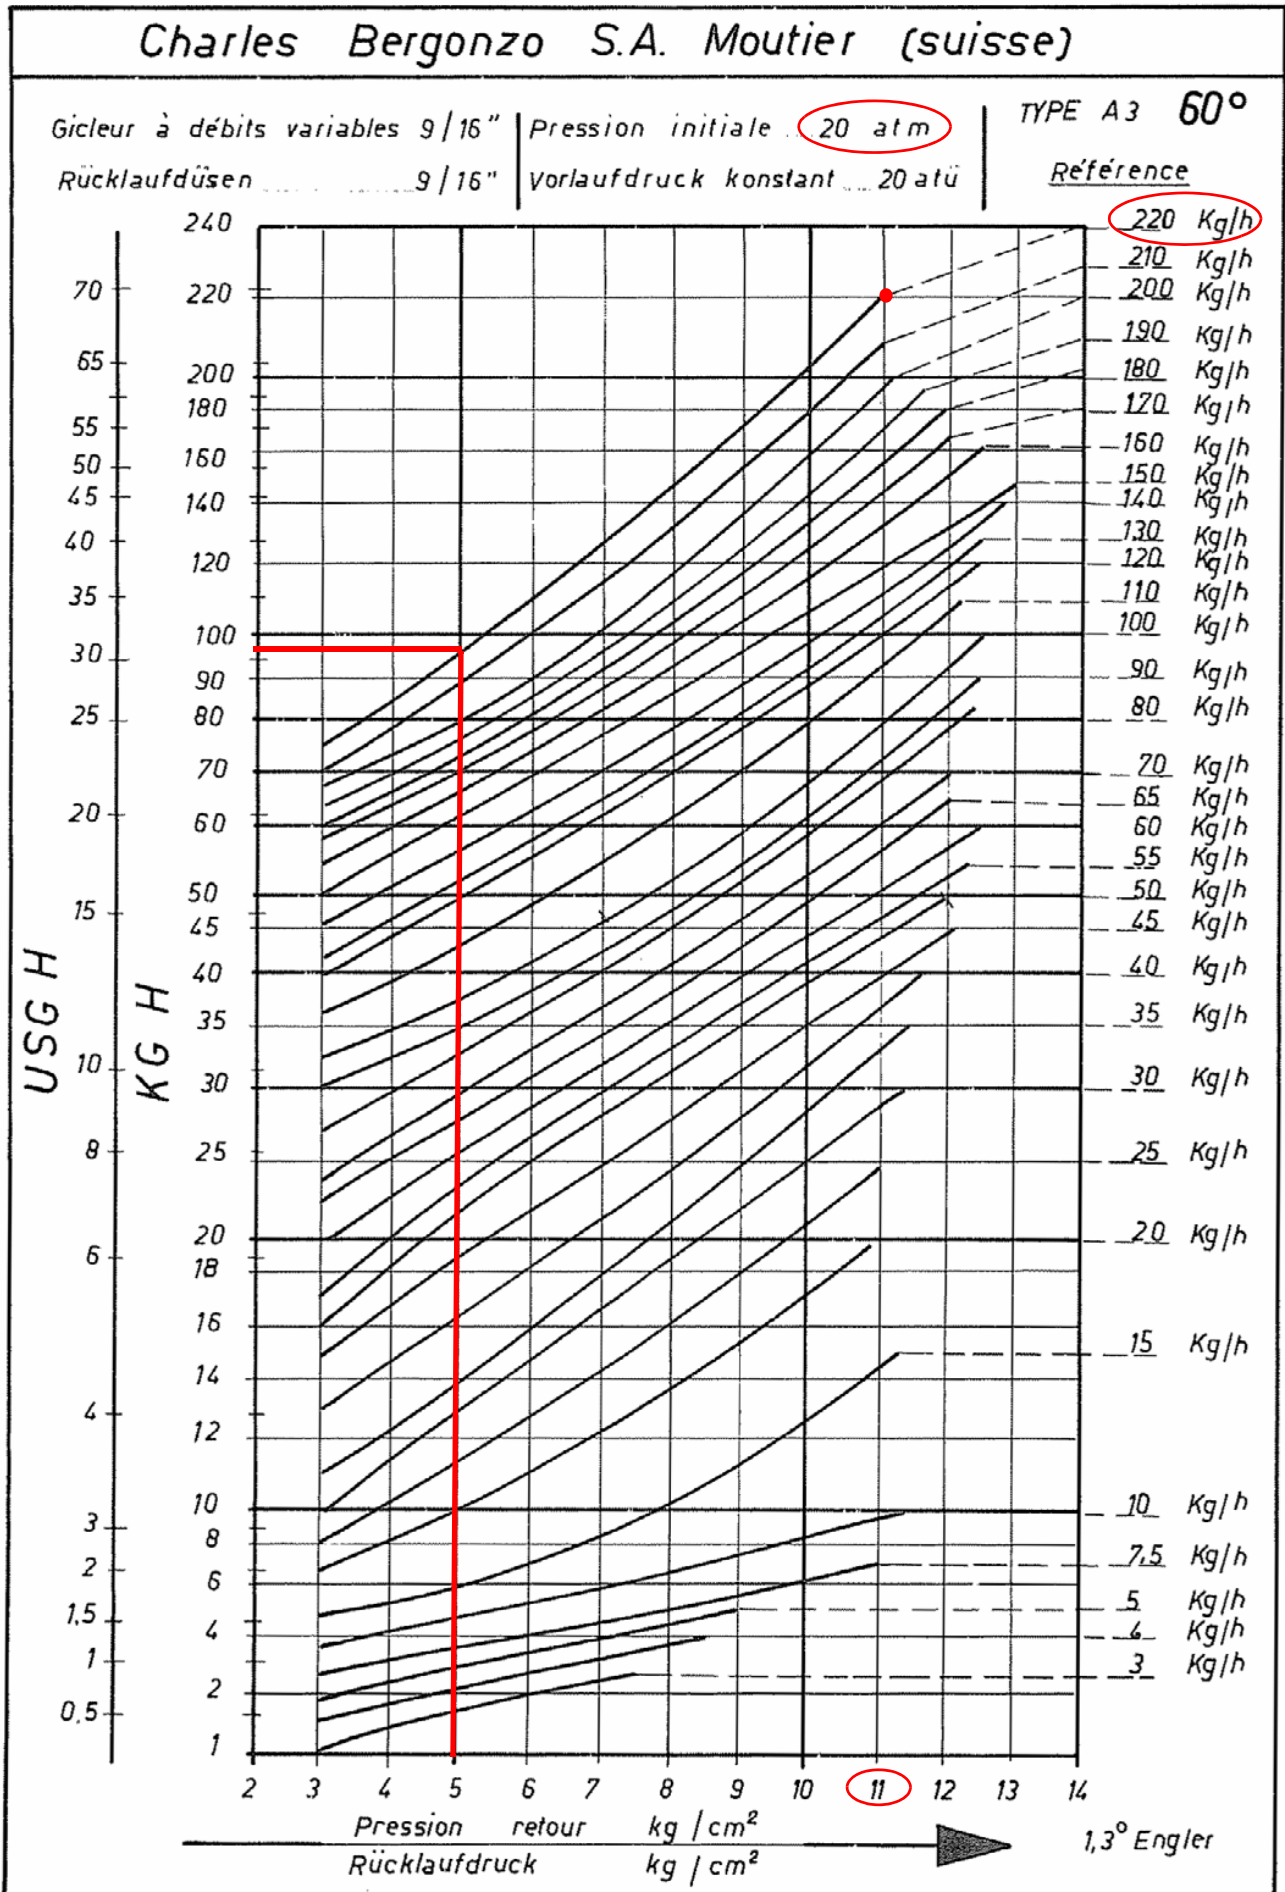
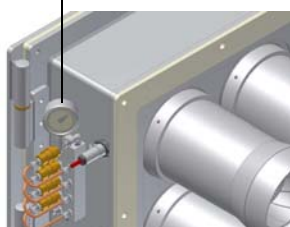
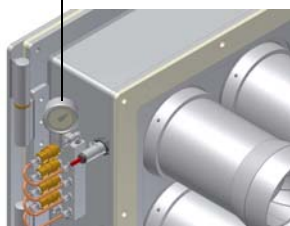

Рис. 13
Рис. 15
Рис. 19
Расход дизельного топлива регулируется, благодаря выбору форсунки (противопоточного типа) соответствующей типу котла/ применения размера, а также регулировке давления на прямом и обратном ходе топлива, согласно значений, описанных далее. Расход в режиме большого пламени - это расход выбранной форсунки при закрытом обратном ходе топлива. Расход в топке зависит от заданного, с помощью винта **V** регулятора, давления на обратном ходе (см. Рис. 13).
9 Давление питания форсунки уже отрегулировано заранее на заводе-изготовителе и не должно изменяться. Только в случае необходимости, отрегулировать давление питания (см. соответствующий параграф) следующим образом: установить манометр в положение, указанное на Рис. 15, воздействовать на регулировочный винт **VR** насоса (см. Рис. 14) до получения на форсунке давления в 20 бар (форсунки Vergonzo - см. график на Рис. 13);
- 10 Давление питания форсунки уже отрегулировано заранее на заводе-изготовителе и не должно изменяться. Только в случае необходимости, отрегулировать давление питания (см. соответствующий параграф) следующим образом: установить манометр в положение, указанное на Рис. 19, воздействовать на регулировочный винт **VR** насоса (см. Рис. 18) до получения на форсунке давления в 20 бар (форсунки Vergonzo - см. график на Рис. 13);